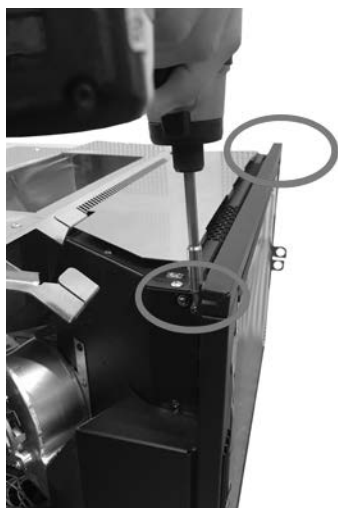

Fig. 50 - Usuwanie profilu górnego
- Usunąć profil górny nad drzwiczek (patrz **Fig. 50**).